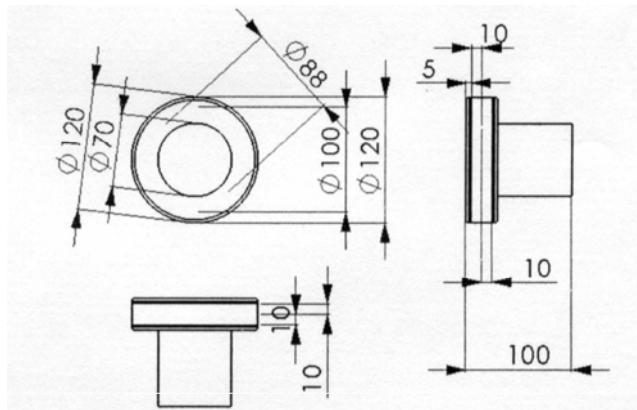

Рис. 12. Импортирование размеров из модели.
4. Перетащите размеры в положение, как показано на рис.12.